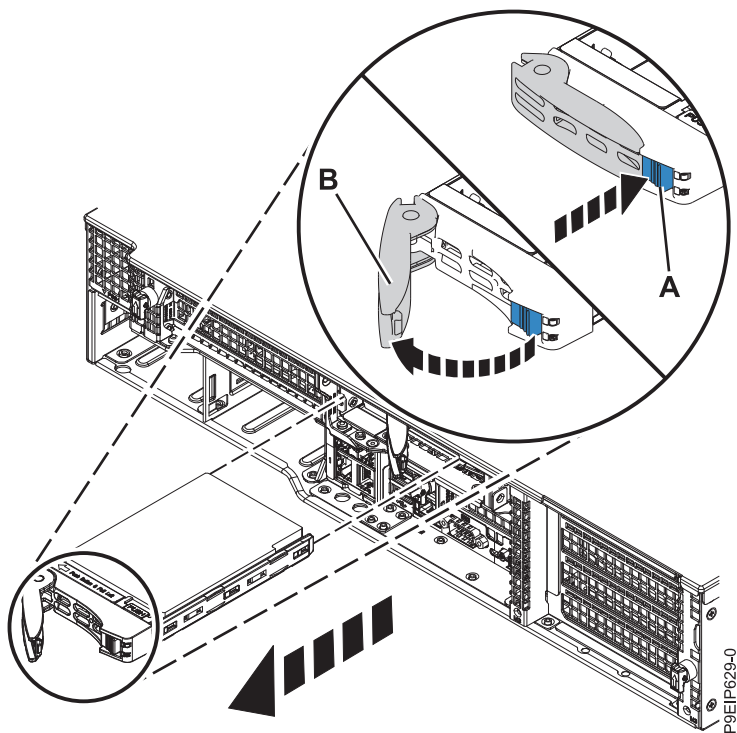

図 16. 背面ドライブの取り外し
2. ハンドル・リリース **(A)** を押し込んで、ドライブ・ベイ・ハンドル **(B)** をアンロックします (20 ページの図 16 を参照)。ハンドル **(B)** が、カチッと音がして手前に開きます。ハンドルが完全に開いていないと、ドライブをシステムから取り出すことができません。